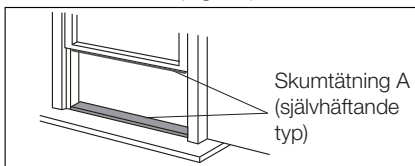

Fig. 12
1. Skär av skumtätningarna (självhäftande) i lämplig längd och sätt fast dem i fönstret och ramen. (Fig. 12)